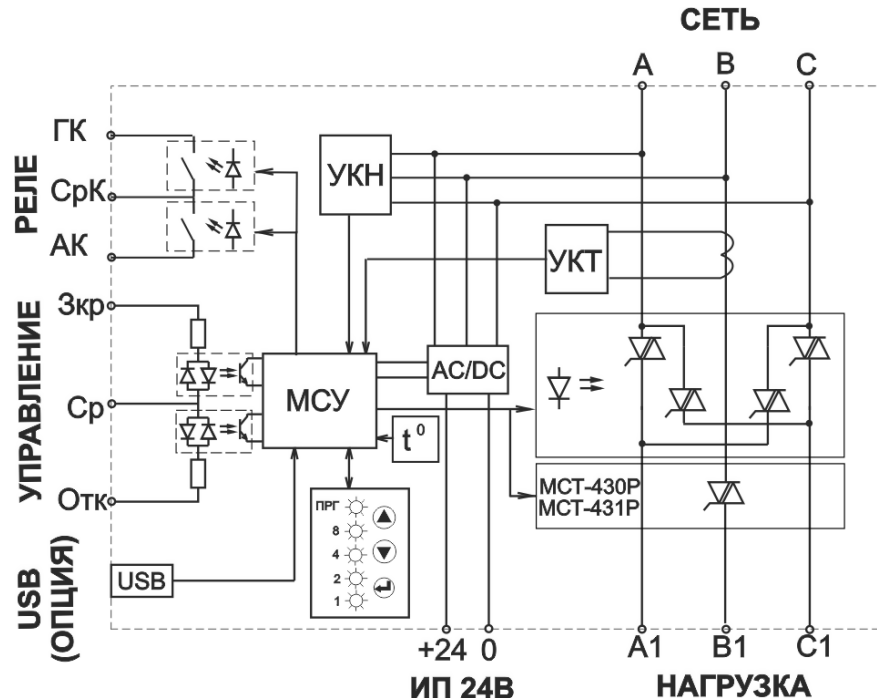

Рисунок 2 – Функциональная схема пускателей МСТ-330Р, МСТ-331Р, МСТ-430Р, МСТ-431Р
1.5.5 Функциональная схема пускателя приведена на **рис. 2**.
1.5.6 Питание схемы управления пускателя осуществляется от трех фаз сетевого напряжения (**рис.2**). Источник может работать при обрыве любой из фаз сети.